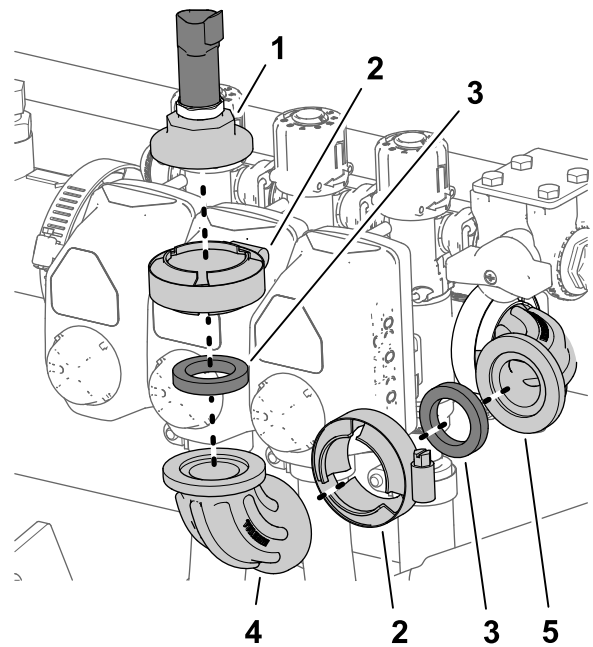

Figura 31
2. Retire la abrazadera de brida, el codo de 90° (sin acoplamiento) y la junta del codo de 90° con acoplamiento (Figura 31).
3. Alinee la tapa con conector y la junta con la brida del codo de 90° del extremo de la válvula de sección derecha (Figura 31).
1. Retire la abrazadera de brida que sujeta la tapa con conector, el transductor de presión y la junta al codo de 90° del extremo de la válvula de sección derecha, y retire la tapa, el transductor y la junta (Figura 31).
4. Sujete la tapa con conector y la junta al codo de 90° con la abrazadera de brida (Figura 31).